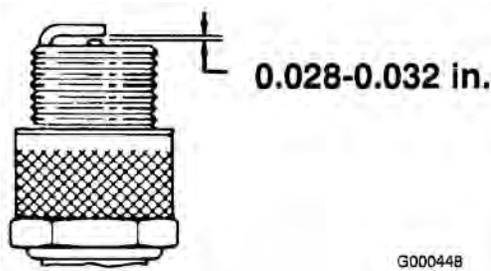

図 24
3. エア・ギャップを0.7~0.8 mmに調整する（図 24）。点火プラグをエンジンに取りつけて、2.35 kg.mにトルク締めする。